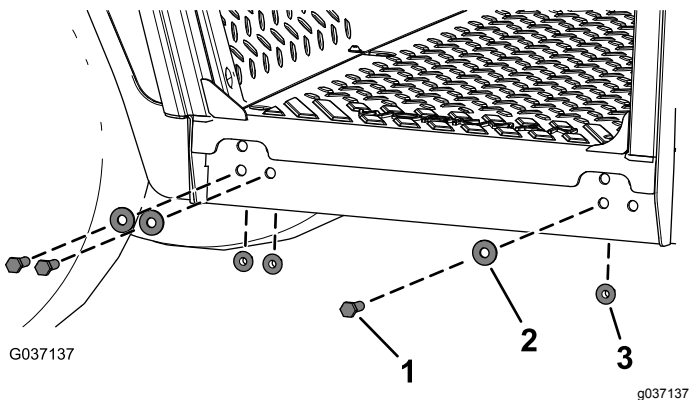

Figur 11
5. Løft førerhusets ramme vha. løftepunkterne, og placer den på maskinen (Figur 11).